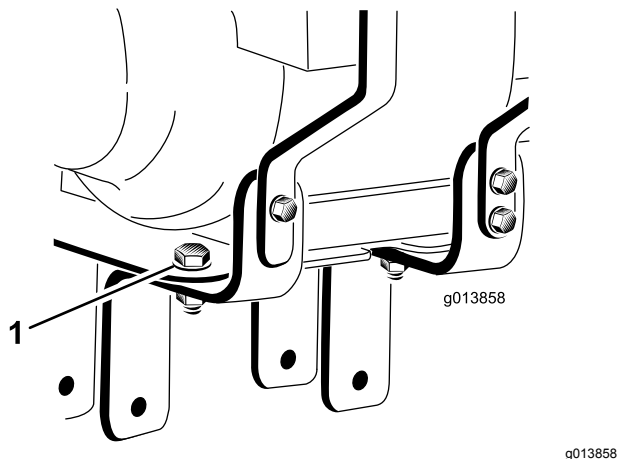

Figura 3
16. Allentate, ma non rimuovete, i 2 bulloni e dadi che fissano le staffe di montaggio del motore alla piastra di montaggio del motore (Figura 3).